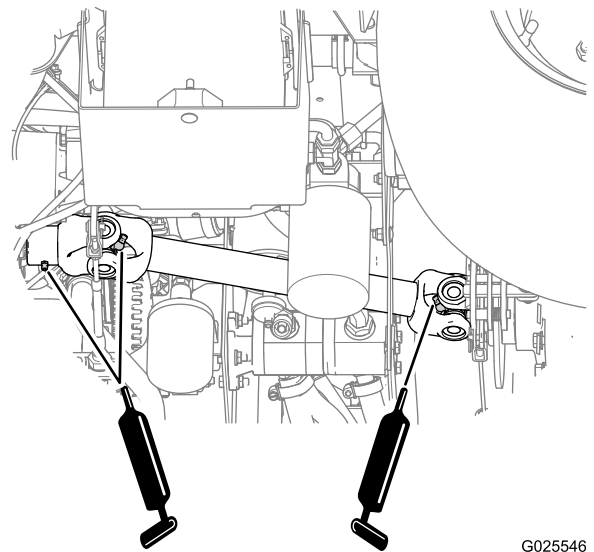

Figure 49
- **Joint de cardan d'arbre de transmission (2) ;** voir Figure 49
- **Fourche coulissante (1) ;** voir Figure 49